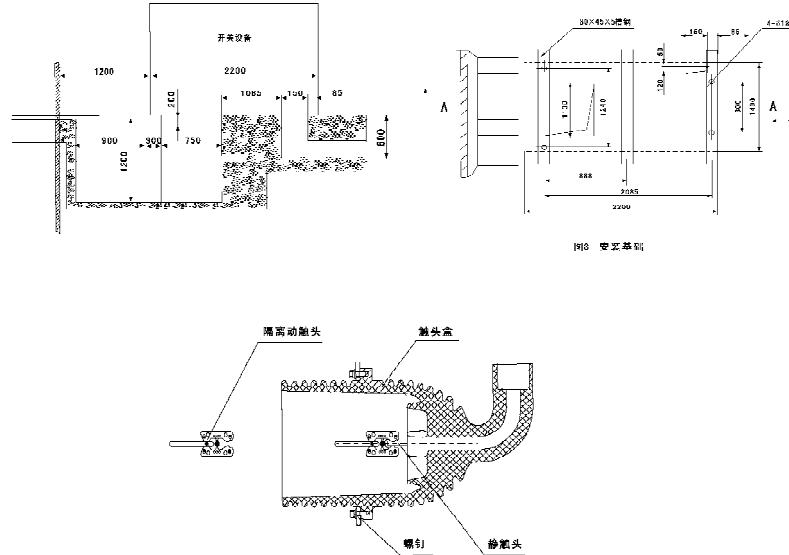

图4 一次隔离触头接触示意图
a、一次隔离触头行程、超程和接触深度要求如图4。
b. 按图4检查一次隔离动静触头同轴度要求